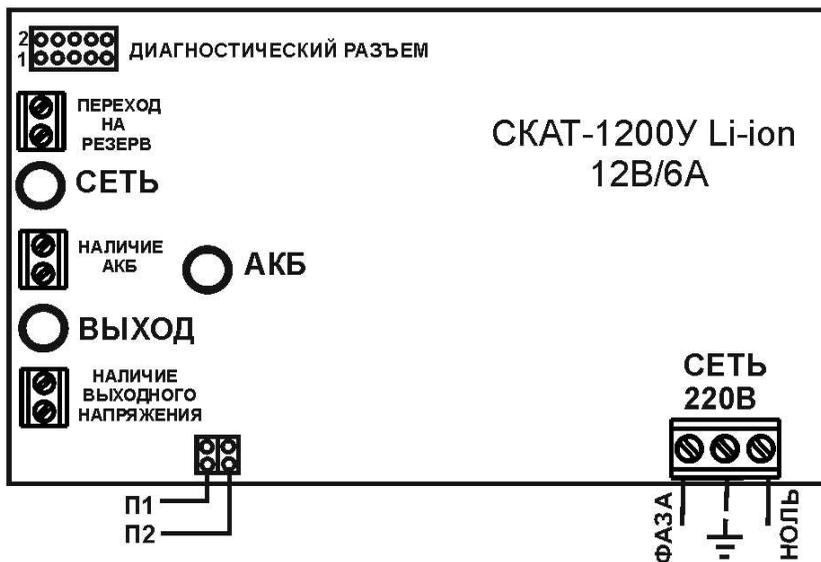

Рисунок 2 - вид изделия с открытой крышкой
Выполните подключение внешних цепей к изделию в соответствии с назначением клемм подключения (см. рис.2) в следующей последовательности:
- проверить правильность произведенного монтажа в соответствии со схемой подключения (см. рис.2).